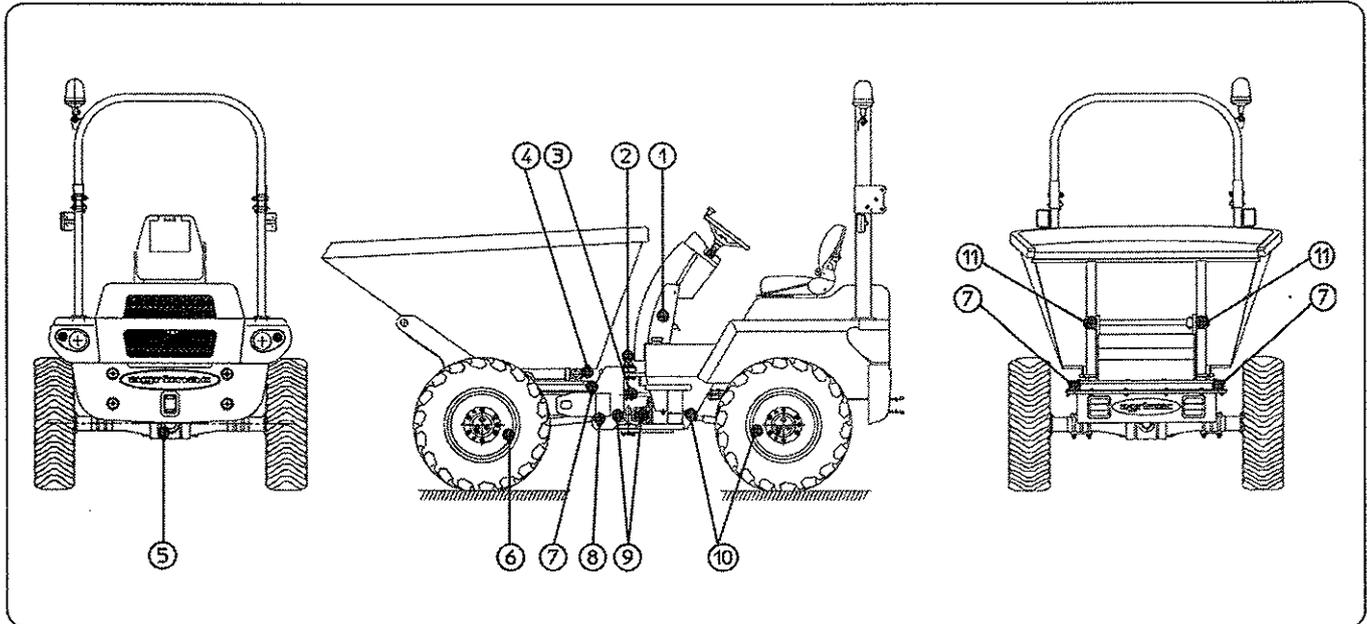

fig. 24
- 7) Engrasar todas las partes de lubricación, indicados en el esquema de los puntos de engrase (Fig. 24).
- 7) Grease all the lubrication points, indicated in the diagram of the grasing points (Fig. 24).
- 7) Graisser toutes les parties de lubrification indiquées sur le schéma des points de graissage (Fig. 24).
- 8) Limpiar y engrasar todas las partes indicadas como puntos de engrase (Fig. 24).
- 8) Clean and grease all the indicated parts as greasing points (Fig. 24).
- 8) Nettoyer et graisser toutes les parties indiquées comme points de graissage (Fig. 24).